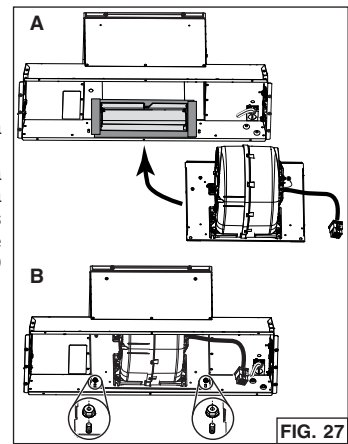

FIG. 27
5. Inserte el ventilador y su placa al interior de la campana, dónde estaba la placa trasera (A). Fije la placa a la campana usando las 2 tuercas retiradas previamente al paso 8 en la parte PREPARACIÓN DEL APARATO (B) (FIG. 27).